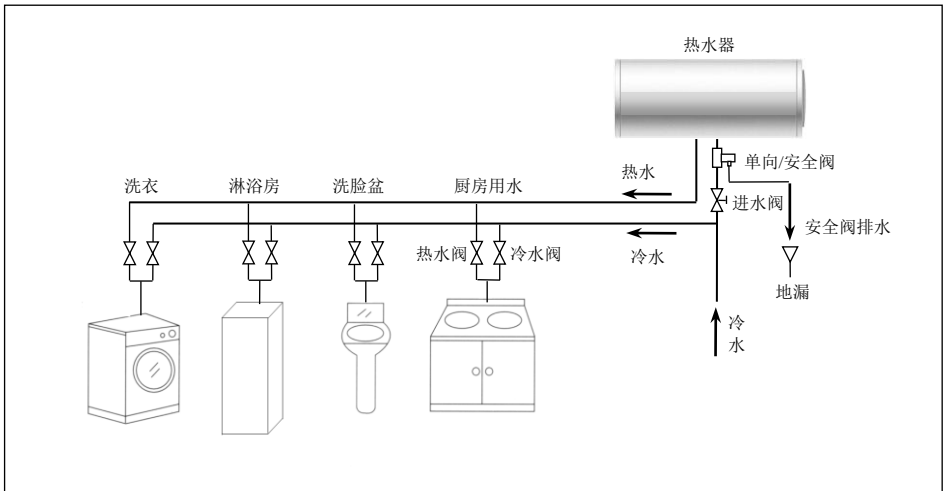

图 6 中央供水连接示意图
- ◆ 如果需要热水器为多个用水点提供热水，可采用图 6 所示的中央供水连接方式。